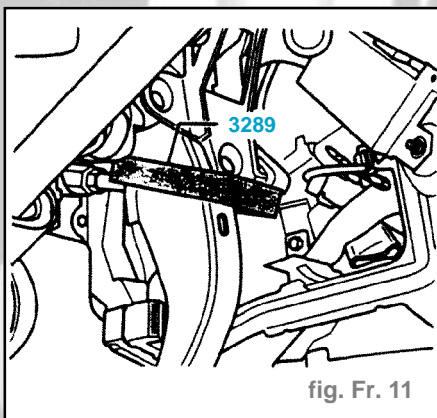

fig. Fr. 11
- Installer l'outil spécial **3289** dans la pédale de frein (fig. Fr. 11).